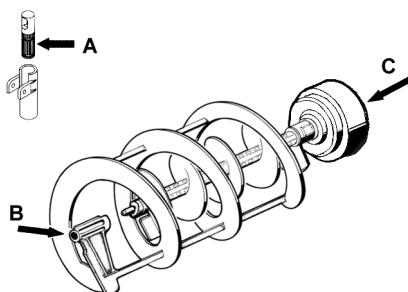

figure 11
- 2** Lubrifier le piston du robinet, le racloir intérieur et le racloir extérieur (aux points A, B et C indiqués en figure 11) en utilisant uniquement la graisse fournie par le fabricant ou d'autres graisses à usage alimentaire.